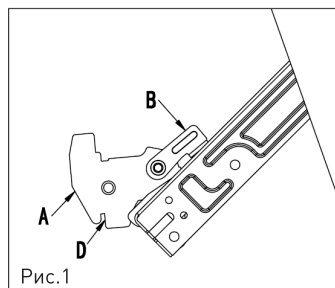

Рис.1
1. Полностью откройте дверцу, опустите 2 рычажка **В** вниз и закройте дверцу. (Рис. 1).